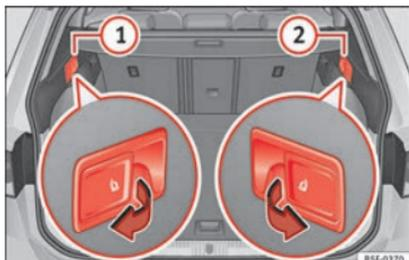

Fig. 112 Nel bagagliaio: leve per lo sblocco a distanza del lato sinistro ① e destro ② dello schienale posteriore
- Tirare la leva di sblocco a distanza dal lato sinistro » fig. 112 ① o destro ② dello schienale nel senso della freccia. Il lato sbloccato dello schienale posteriore si ribalta automaticamente in avanti.